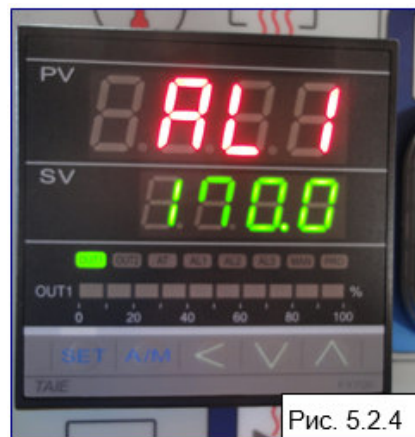

Рис. 5.2.4
- По достижении температуры 185°C (предварительный нагрев) (Рис. 5.2.4) появляется возможность движения клеевого вала.